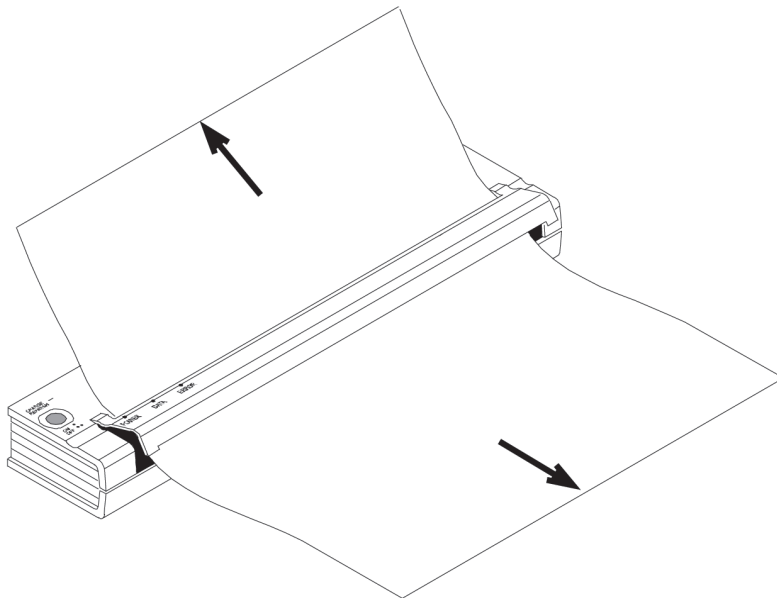

Figura 16. Extracción del papel atascado de la impresora
2. Saque con cuidado el papel de la impresora. Se puede tirar del papel en cualquier dirección. Consulte la figura 16.